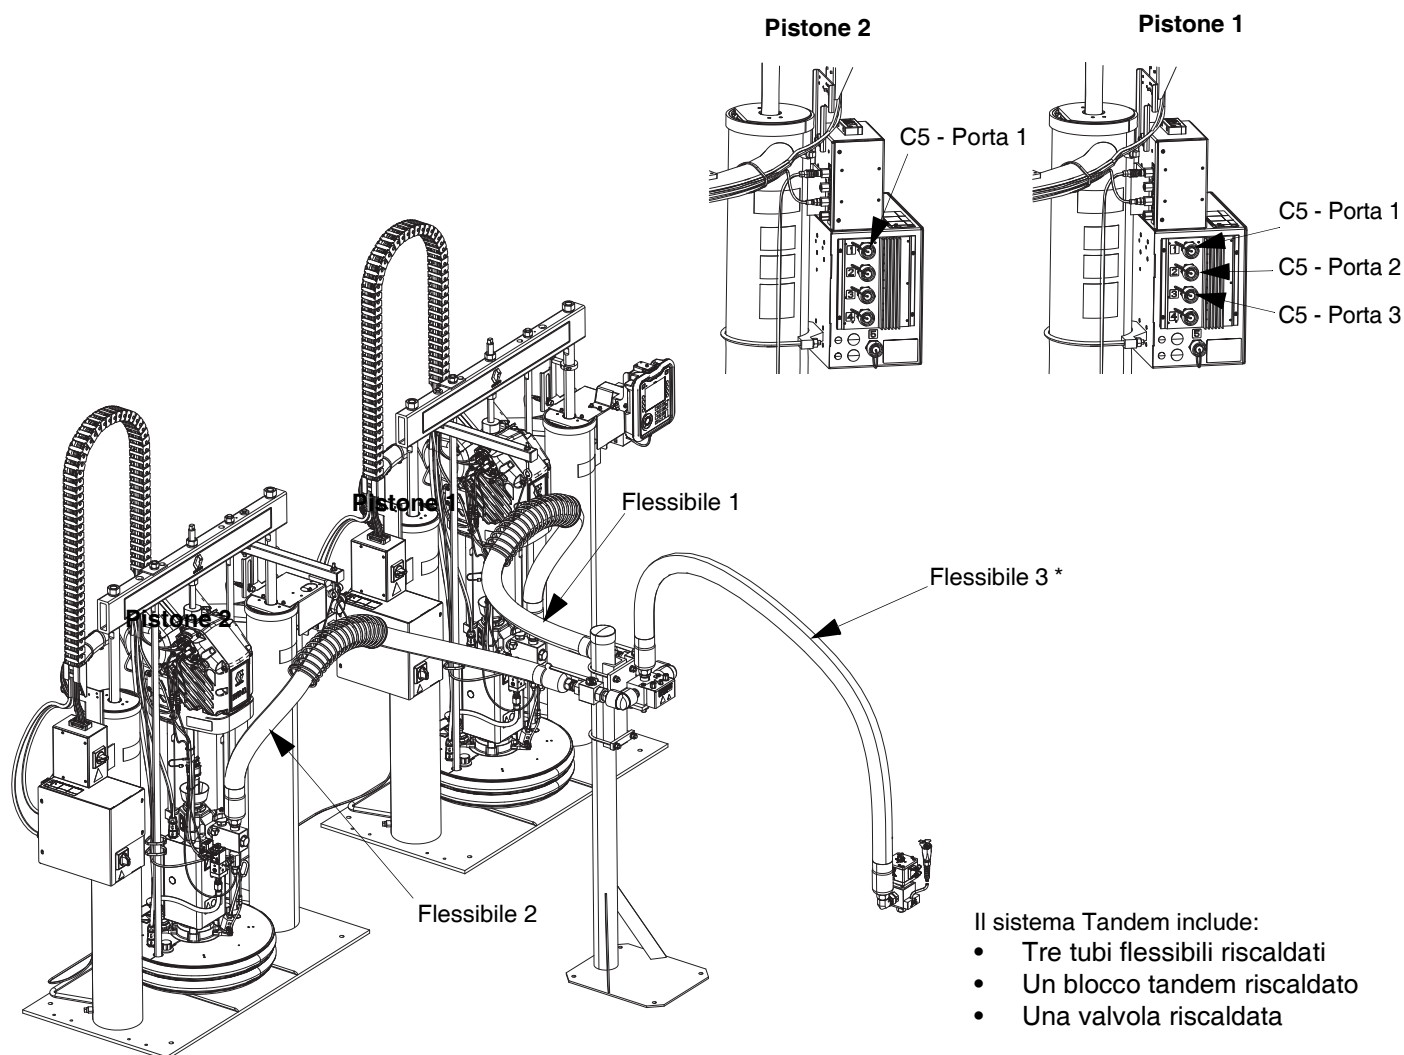

FIG. 26
- Valvola riscaldata - Connettore elettrico quadrato dal tubo flessibile 4 alla valvola di erogazione assiale (B).
- Blocco tandem riscaldato - Connettore elettrico quadrato dal tubo flessibile 1 o dal tubo flessibile 2 al blocco tandem riscaldato (R). Vedere FIG. 26.